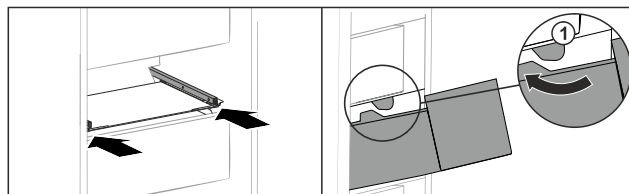

Fig. 161
- Vezesse el a fiókot az ütközők Fig. 161 (1) körül.